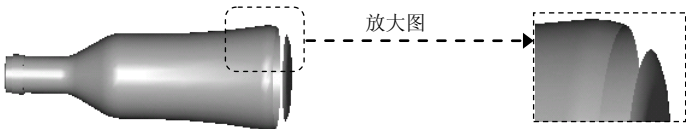

图 5.20.1 注意抽壳特征的顺序
Step2. 将底部圆角半径从 R5 改为 R15，然后选择下拉菜单 **编辑(E)** → **再生(R)** 命令，会看到瓶子的底部裂开一条缝，如图 5.20.1 所示。显然这不符合设计意图，之所以会产生这样的问题，是因为圆角特征和抽壳特征的顺序安排不当，解决办法是将圆角特征调整到抽壳特征的前面，这种特征顺序的调整就是特征的重排顺序（Reorder）。